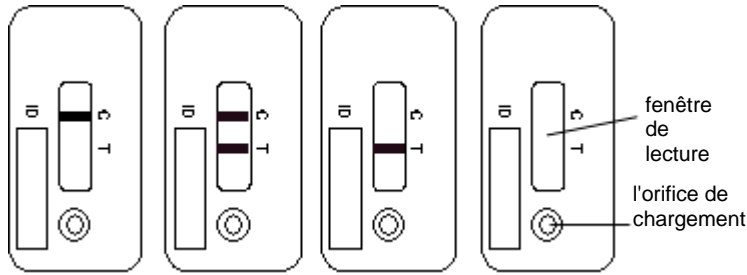

Figure 1A Figure 1B Figure 1C Figure 1D
- Pour valider un résultat de test, la ligne de contrôle (C) doit toujours être visible (voir figure 1A et figure 1B). Cette ligne est uniquement utilisée comme contrôle fonctionnel du test et ne peut servir à l'interprétation de la ligne de test (T). Si la ligne de test (T) n'est pas détectable au bout de 15 minutes de temps d'incubation (figure 1A), cela signifie qu'aucune quantité détectable d'adalimumab n'est présente dans l'échantillon de sérum. Si une ligne de test (T) est détectable au bout de 15 minutes de temps d'incubation (figure 1B), la quantité d'adalimumab présente dans l'échantillon de sérum est calculée par le Quantum Blue® Reader.